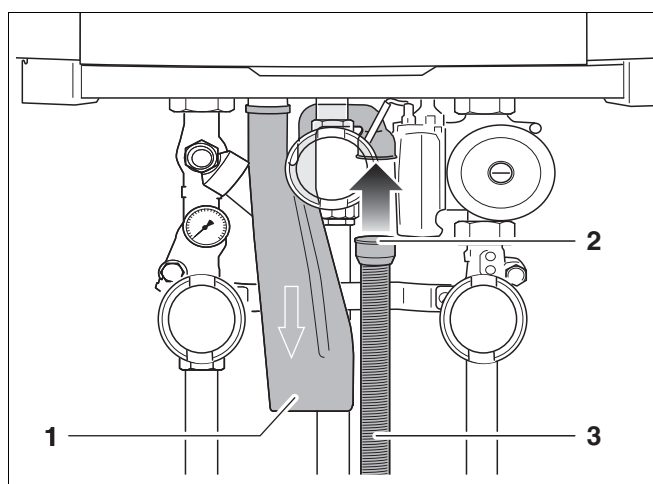

Рис. 18 Монтаж гофрированного шланга
- Смонтировать гофрированный шланг (рис. 18, поз. 3) и резиновую манжету (рис. 18, поз. 2) на сифоне (рис. 18, поз. 1).